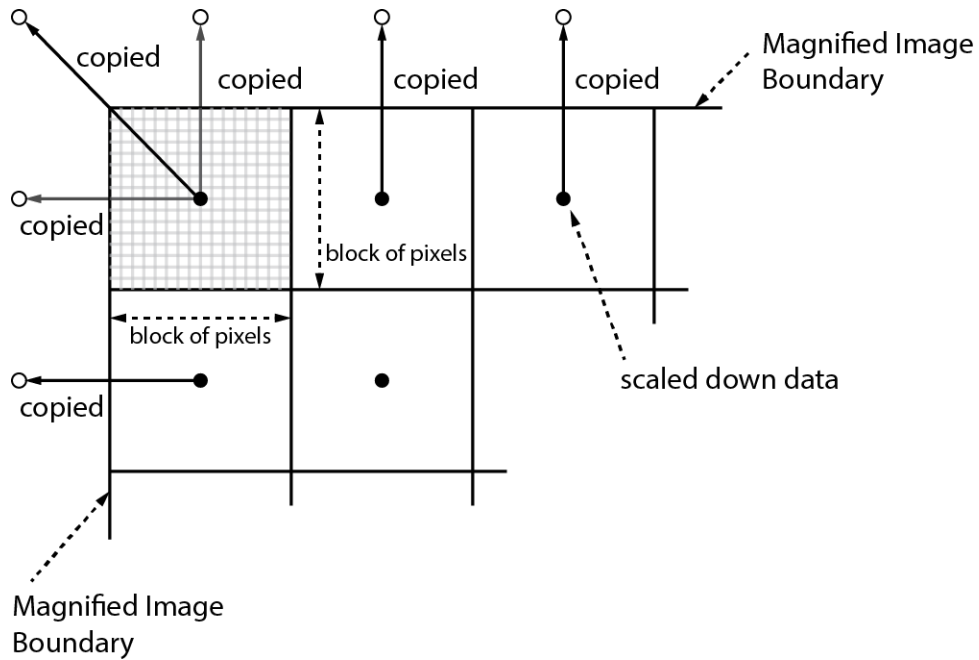

Figure 9.9 Bilinear Interpolated Magnification
3. **Flat Field Data Save** 파라미터를 실행하여 생성한 Flat Field 데이터를 비휘발성 메모리에 저장합니다. 축소된 Flat Field 데이터는 보정에 사용될 때, Figure 9.9 와 같이 Bilinear Interpolation 으로 확대된 후 적용됩니다.